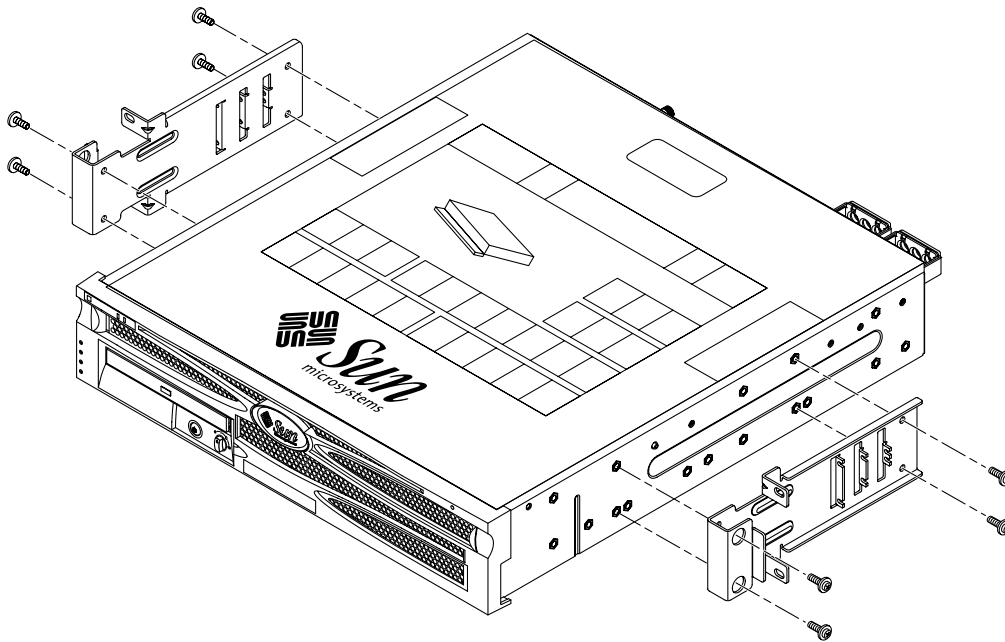

FIGURA 3-31 Fijación de los soportes laterales al lateral del servidor
2. Mediante cuatro de los tornillos SEM M5 x 10 por cada soporte lateral, fije los soportes laterales a los lados del servidor (FIGURA 3-31).